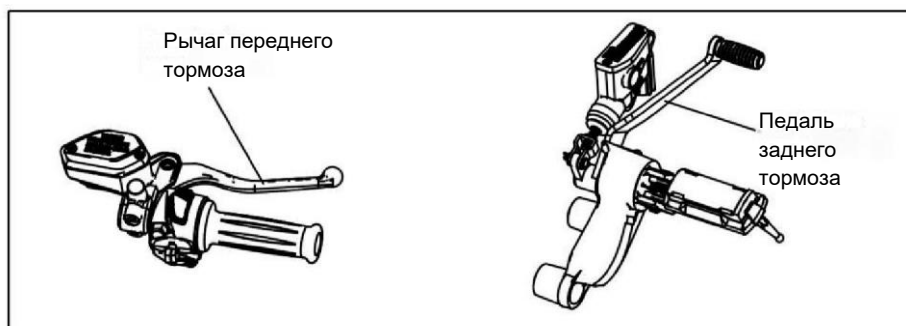

Рис. 16
5.4.2. Вождение на подъемах или в поворотах (Рис. 16)